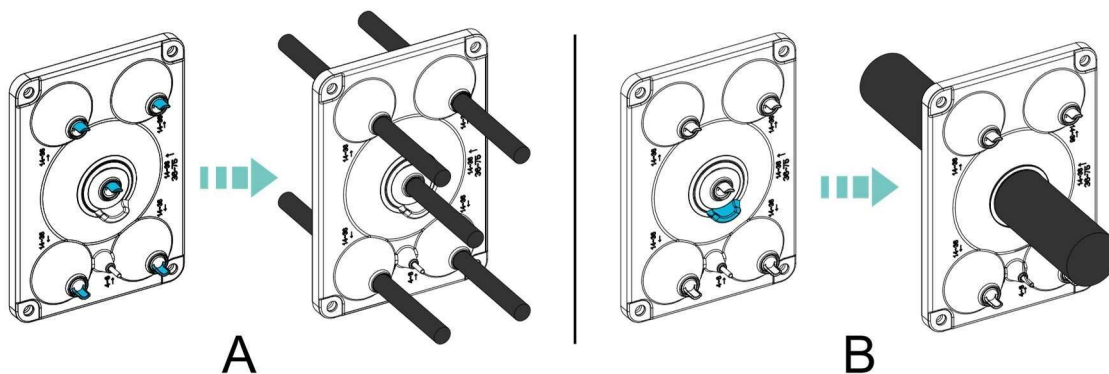

Fig. 4-6 Passe o cabo pelo anel de vedação
- Para cabos externos de núcleo único, consulte a Fig. 4-6 (A). Observação: ao usar o anel de vedação do meio para o roteamento, passe o fio de aterramento por ele, em vez dos fios L1, L2, L3 ou N.
- Para cabos externos de quatro e cinco núcleos, consulte a Fig. 4-6 (B).